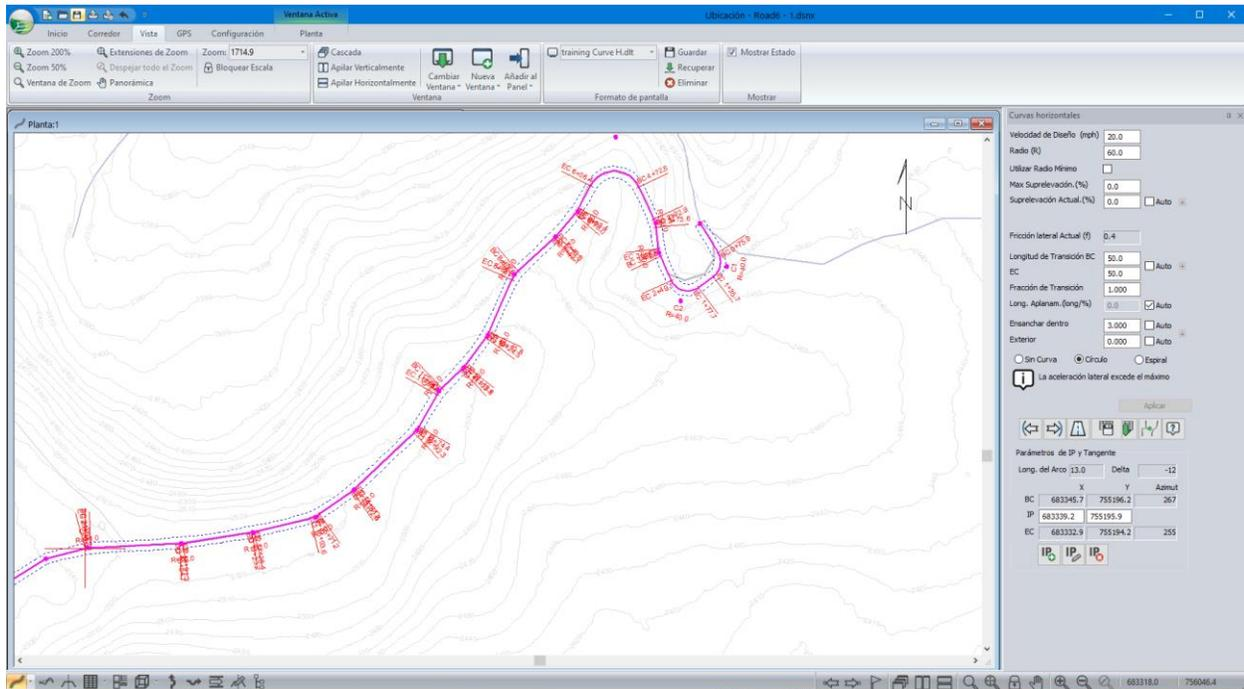

Figura 6-13: Localización de IP intermedio
7. Continúe recorriendo el alineamiento y editando curvas hasta que se sienta confortable con el proceso. Figura 6-13.